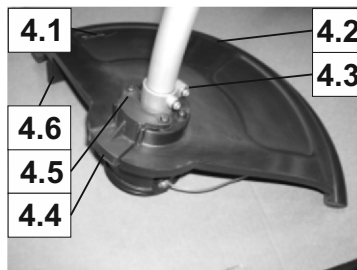

Рис.4
- Перед проведением работ, связанных со сборкой и обслуживанием триммера, убедитесь, что установлен защитный чехол ножа **4.6** (см. рис.4).
2. Вставьте защитный кожух **17** в штангу. Ориентируйте защитный кожух **4.2** на корпусе шпинделя **4.3** так, как показано на рис.4. Совместите отверстия кожуха с резьбовыми отверстиями корпуса шпинделя и привинтите кожух и вставку кожуха **6** (см. рис.1 и рис.4, поз.4.4) крепежом **16** (см. рис.1 и рис.4, поз.4.5).
3. Вращая режущую головку рукой по стрелке **4.1** (см. рис.4) на кожухе, убедитесь, что она и, следовательно, гибкий вал вращаются равномерно и без заеданий.
• Перед проверкой убедитесь, что установлен защитный чехол ножа **4.6** (см. рис.4).
8. Вращая режущую головку рукой по стрелке **4.1** (см. рис.4) на кожухе, убедитесь, что она и, следовательно, гибкий вал вращаются равномерно и без заеданий.
1. Снимите защитный чехол ножа **4.6** (см. рис.4).